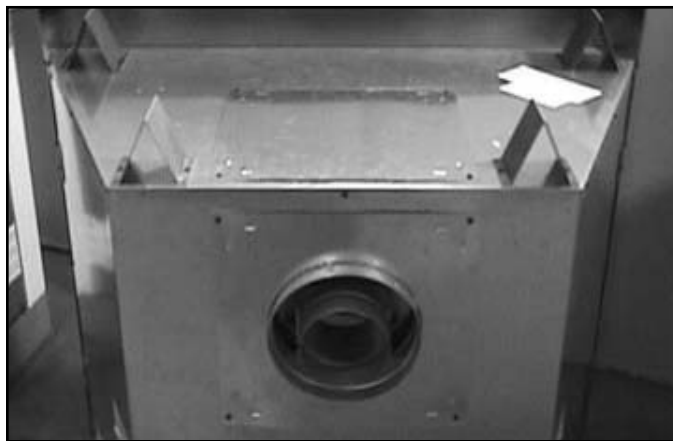

Figura 7.17 Conversión completa
- El aparato debe verse como el que se muestra en la figura 7.17 después de haber sido convertido a un aparato de ventilación trasera.